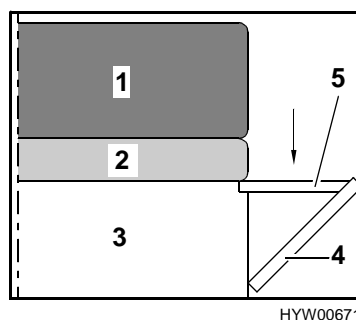

Fig. 58 Dopo la trasformazione
- Far innestare la prolunga del cassone letto (Fig. 58,5) e, in caso necessario, sollevare il cuscino del divano.